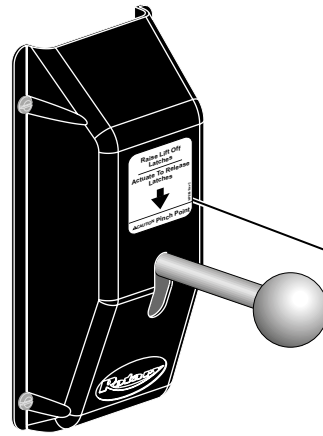

Рис.44
33. Табличка освобождения защелки для подъемников серии М: Установите табличку освобождения защелки на крышку ,выше ручки освобождения защелки ,см. рис. 44.